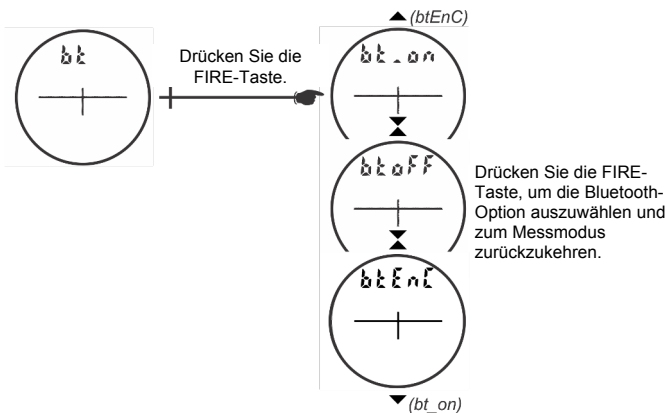

Abbildung 13
2. Drücken Sie , um die Option „bt“ (Abbildung 13) anzuzeigen.
2. Drücken Sie , um die Option „inC“ anzuzeigen, wie in Abbildung 13 unten dargestellt.